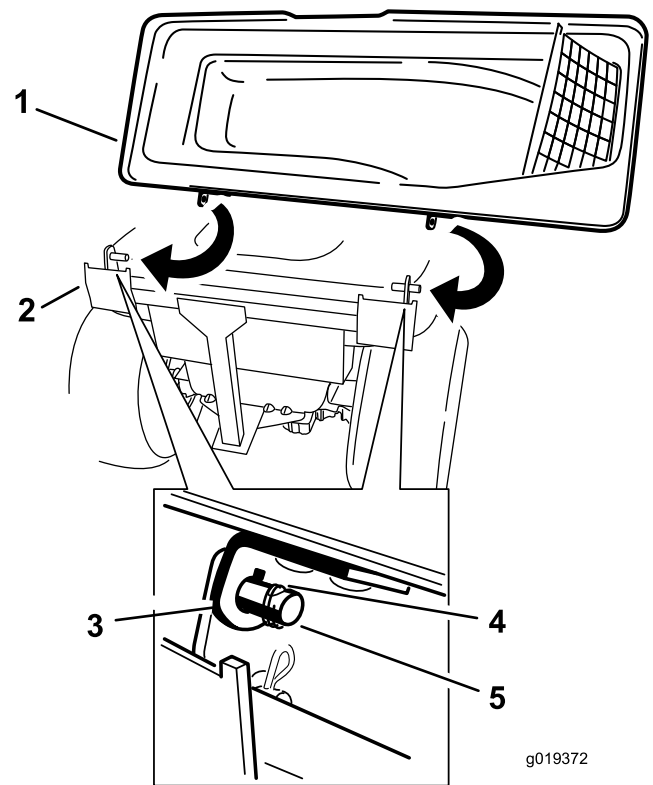

Bild 7
3. Befestigen Sie die Abdeckung des Heckfangsystems am Rahmen des Heckfangsystems (Bild 7). Schieben Sie die Halterungen über die Streben und drehen Sie die runden Splints in den Streben.